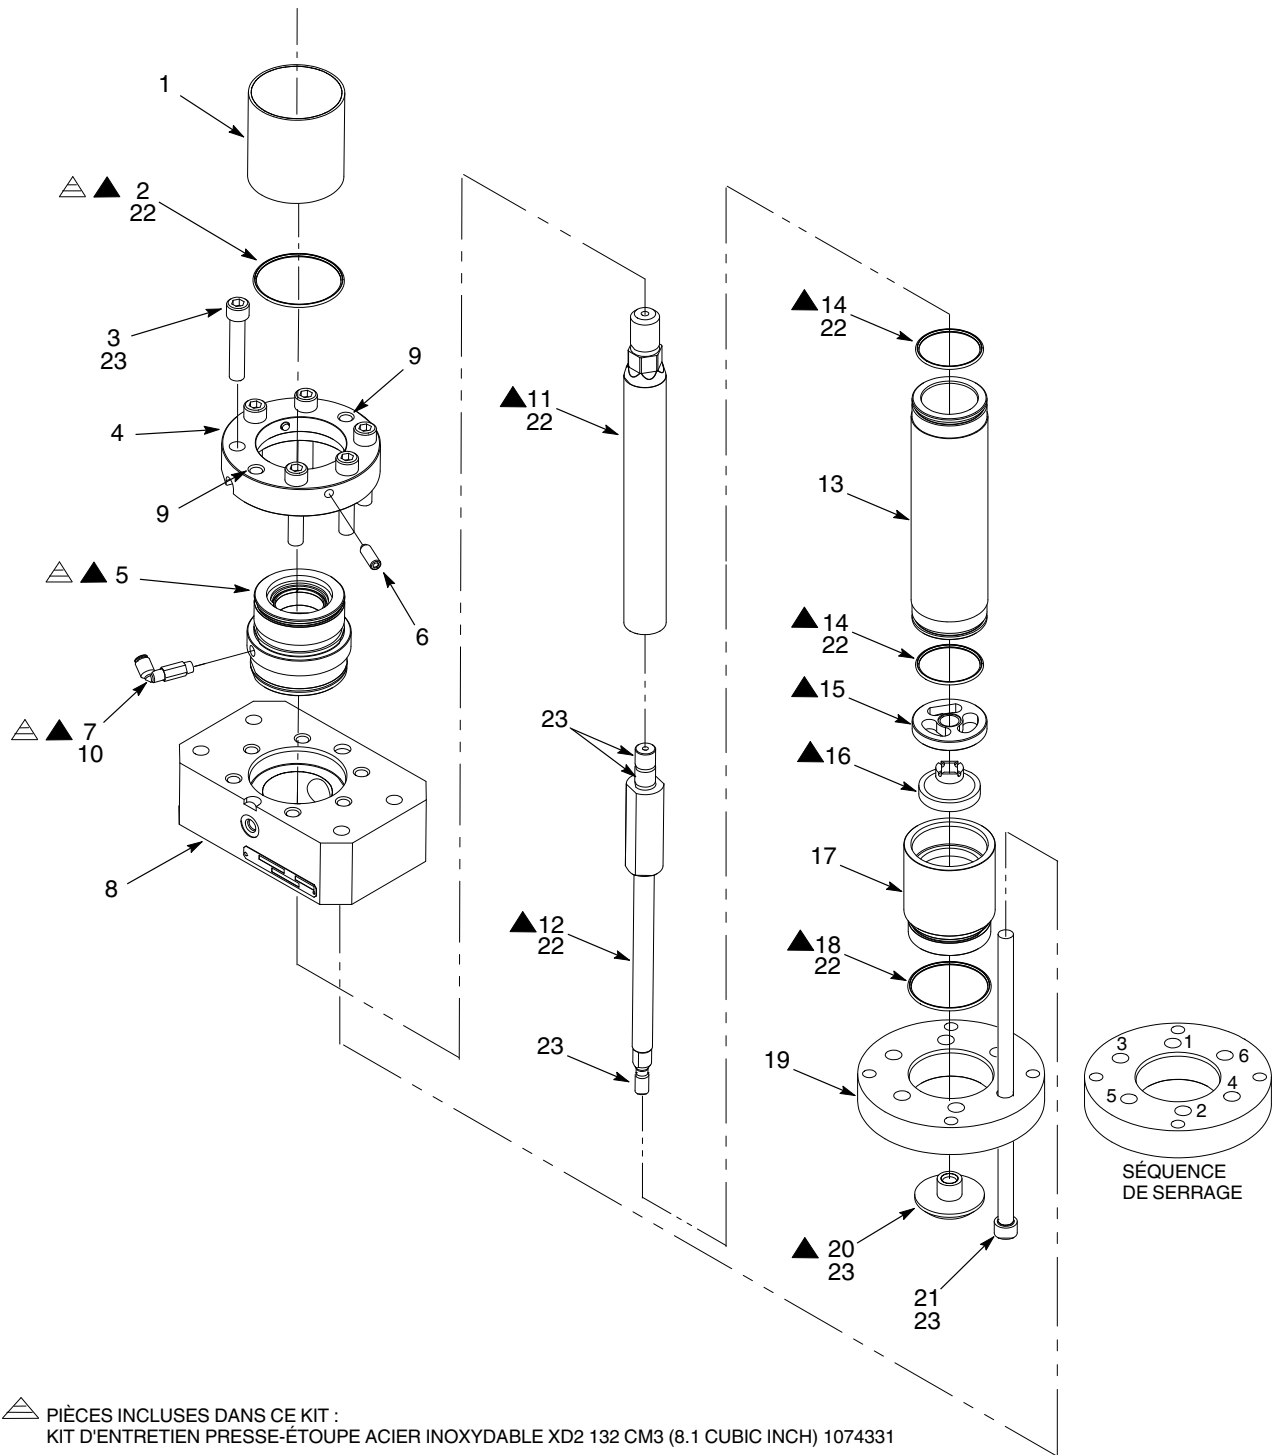

Figure 8 Réparation de la section hydraulique en acier inoxydable
1. Voir la Figure 8. Déposer la chambre à solvant (1) et le joint torique (2) du presse-étoupe (5). Mettre le joint torique au rebut.
- a. Retirer les vis (3) du collier (4). Insérer deux vis dans les trous taraudés (9) comme illustré.
- b. Serrer les vis en alternance pour séparer le presse-étoupe du corps de pompe supérieur (8).
- c. Desserrer les vis de pression (6) et retirer le presse-étoupe (5) du collier (4).
- d. Retirer les raccords (7) du presse-étoupe.
3. Retirer l'adaptateur de palette de gavage (20) de la tige de la palette (12).
4. Retirer les vis (21) qui fixent l'ensemble vérin et le boîtier du plateau suiveur (19) au corps de pompe supérieur (8). Retirer le boîtier du plateau suiveur.
5. Retirer le bas du boîtier (17), le joint torique (18), la plaque de clapet inférieur (16) et l'entretoise (15). Mettre le joint torique au rebut.
6. Retirer le boîtier du vérin (13) du corps de pompe supérieur (8). Retirer les joints toriques (14) du boîtier de vérin et les mettre au rebut.
7. Retirer la tige de la palette de gavage (12) de la tige du plongeur (11).
1. Voir la Figure 8. Appliquer du vernis bloque-écrou (10) sur les filets des raccords (7). Poser les raccords dans le presse-étoupe (5) et serrer fermement.
2. Appliquer du lubrifiant Mobil SHC 634 (22) sur le joint torique du presse-étoupe (2) et sur le diamètre intérieur du presse-étoupe (5).
3. Monter le collier supérieur (4) sur le presse-étoupe (5). Serrer les vis de pression (6) jusqu'à ce qu'elles touchent le presse-étoupe. Ne pas trop serrer les vis de pression.
4. Monter le bloc presse-étoupe dans le corps (8).
5. Appliquer du Never Seez (23) sur les filets des vis (3). Poser les vis dans le bloc presse-étoupe et serrer à 102-108 N•m (75-80 ft-lb).
6. Appliquer du lubrifiant Mobil SHC 634 (22) sur les joints toriques du boîtier du cylindre (14). Poser les joints toriques sur le boîtier du cylindre (13). Installer le boîtier du cylindre sur le corps de pompe supérieur (8).
- a. Appliquer du Never Seez (23) sur les filets du haut et sur le guide de la tige de la palette de gavage (12).
- b. Monter la tige de la palette de gavage sur la tige du plongeur (11) et serrer à 272-298 N•m (200-220 ft-lb).
- c. Appliquer une mince couche de lubrifiant Mobil SHC 634 (22) sur la tige du plongeur (11) et la tige de la palette de gavage (12).
8. Pousser la tige de plongeur dans le boîtier de cylindre (13) et le presse-étoupe (5) à l'aide d'une presse à mandriner ou d'une presse hydraulique.